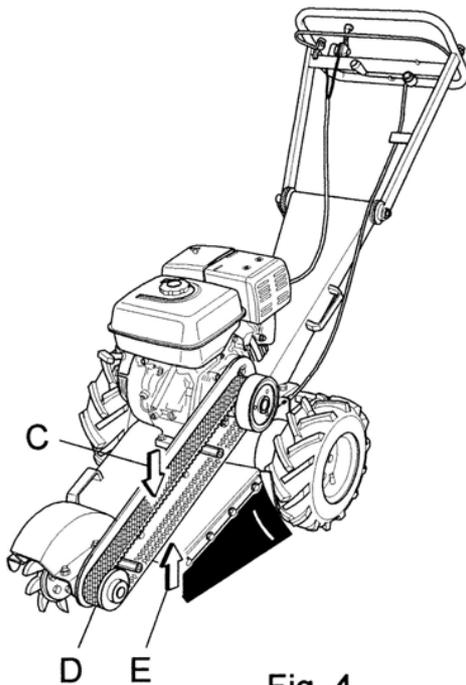

Fig. 4
Il sistema di trasmissione del fresaceppi consiste di cinghie trapezoidali (fig. 4 rif. D). Occorre controllare giornalmente la tensione delle cinghie.
- Verificare la corretta tensione della cinghia premendo nel centro(Fig. 4 rif. C,E). La corretta tensione si ottiene quando la distanza tra le due parti risulta di circa 10 mm.
- Quindi verificare la corretta tensione della cinghia premendo nel centro(Fig. 4 rif. C,E). La corretta tensione si ottiene quando la distanza tra le due parti risulta di circa 10 mm.